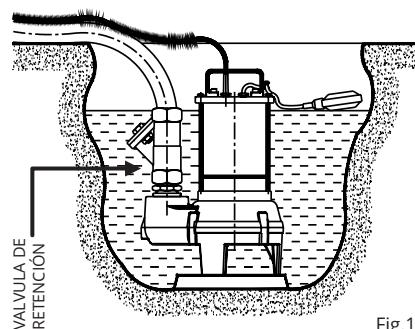

Fig.1
- Si el fondo del pozo o de la superficie sobre la que apoya la bomba es irregular, y existe la posibilidad de que se acumulen piedrecillas, residuos, lodos, etc., realice una base de apoyo regular y realizada (Fig. 1).
- Instale una válvula de retención después de la impulsión de la bomba, (Fig. 1) para evitar el retorno del líquido del colector de desagüe.